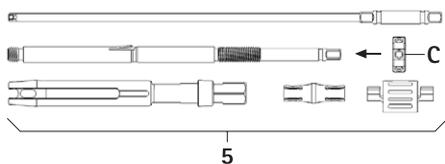

Рис. 10
- ▶ Накрутить зажимную гайку С на внутреннюю втулку, см. Рис. 10.